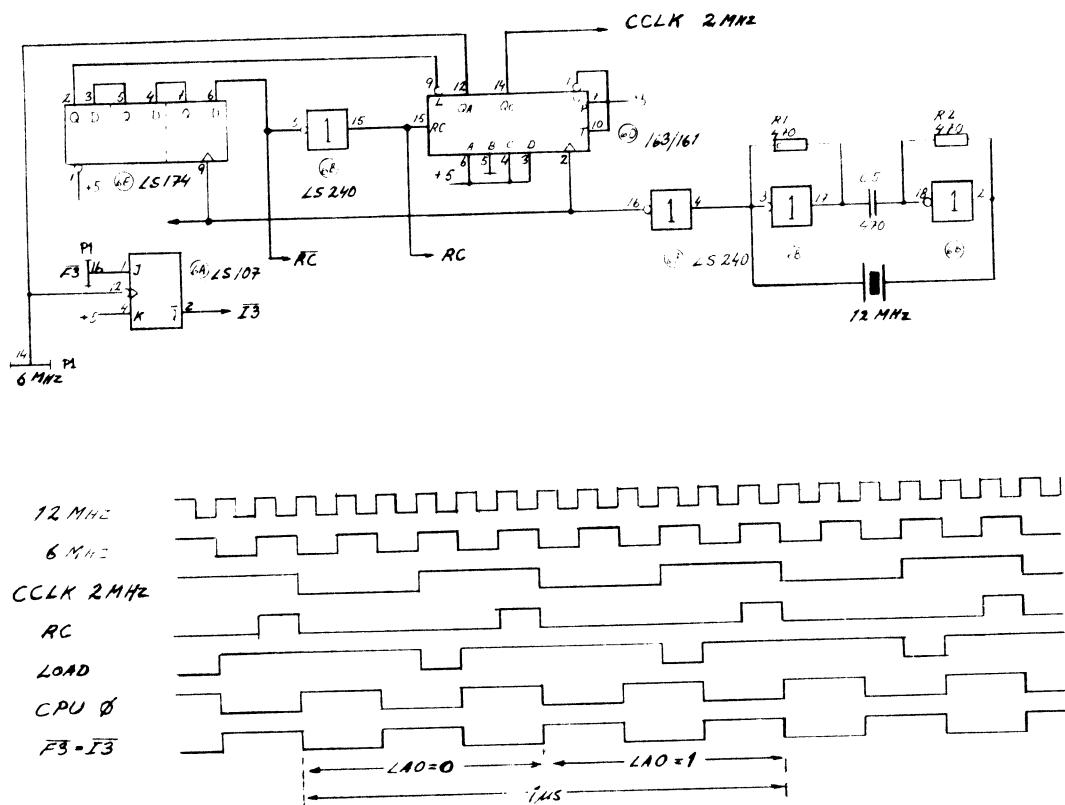

Fig 10 VU/M klocksignaler
Kristallen på 12 MHz tillsammans med de två inverterarna och RC-nätet bildar en oscillator, som avger en puls med frekvensen 12 MHz, se fig 10. Signalen läggs via en inverterare, som fungerar som buffert, in till klockingången på räknaren i pos 6D. Räknarens ingångar ABCD är programmerade till värdet 13, som laddas in som begynnelsevärde var gång som Load-ingången (stift) 9 blir låg. När Load-ingången går hög kommer räknarens utgångar att räknas upp från 13 i takt med pulserna på clock-ingången. När räknarens utgångar får värdet 15 kommer också utgången RC (Rippel Carry) att bli aktiv och via en inverterare läggs fram till ingången på en av de tre D-vipporna i pos 6E.